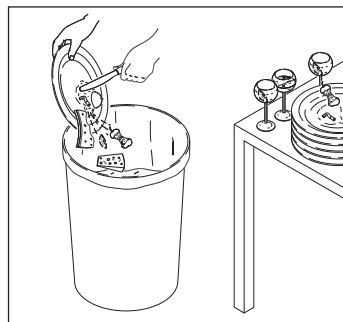

Bild 13
- Das Geschirr bitte säubern, bevor Sie es in die Spülmaschine räumen. (Bild 13)